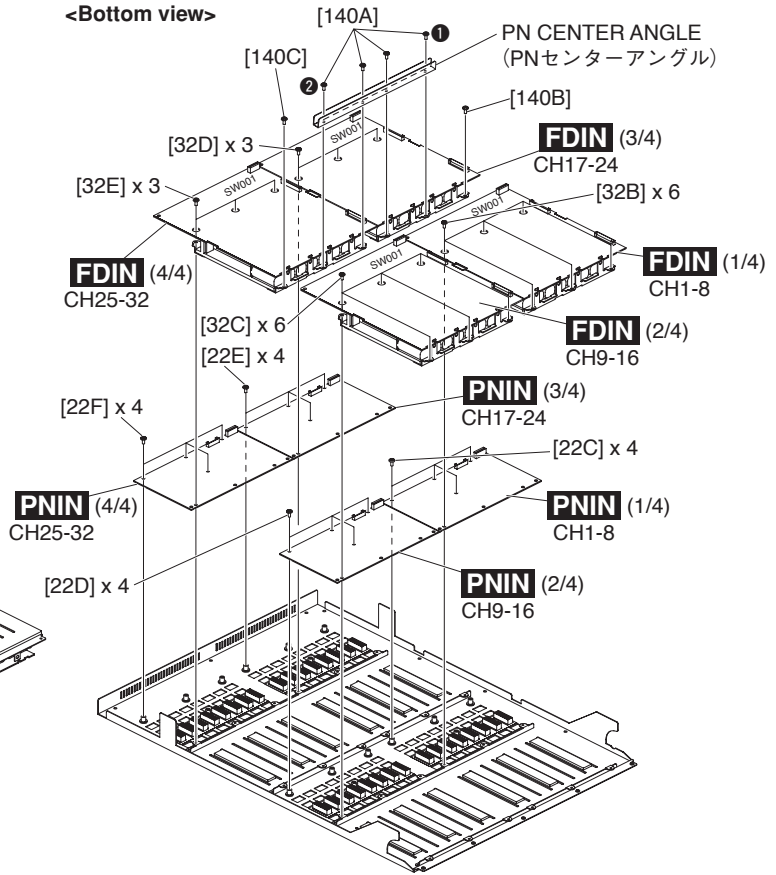

Fig. 13 (図 13)
E-1-3-1 Remove the eight (8) fader knobs marked [40A] from the control panel side. (Fig.13)
E-1-3-2 Remove the six (6) screws marked [32B]. The FDIN (1/4) circuit board can then be removed. (Fig.13)
E-1-4-1 Remove the eight (8) fader knobs marked [40B] from the control panel side. (Fig.13)
E-1-4-2 Remove the six (6) screws marked [32C]. The FDIN (2/4) circuit board can then be removed. (Fig.13)
E-1-5-1 Remove the eight (8) fader knobs marked [40C] from the control panel side. (Fig.13)
E-1-5-2 Remove the four (4) screws marked [140A]. The PN center angle can then be removed. (Fig.13)
E-1-5-3 Remove the three (3) screws marked [32D] and the screw marked [140B]. The FDIN (3/4) circuit board can then be removed. (Fig.13)
E-1-6-1 Remove the eight (8) fader knobs marked [40D] from the control panel side. (Fig.13)
E-1-6-2 Remove the four (4) screws marked [140A]. The PN center angle can then be removed. (Fig.13)
E-1-6-3 Remove the three (3) screws marked [32E] and the screw marked [140C]. The FDIN (4/4) circuit board can then be removed. (Fig.13)
- * *Install the screws in the order of ① and ② in the figure to install the PN center angle. (Fig. 13)*
- * *When installing the fader knob, the concave side should be to the right. (Fig.13)*
- * *The FDIN circuit board contains a DIP switch for selecting channels (SW001). (Fig.13, Photo 15)
E-1-3-1 コントロールパネル面より、[40A] のフェーダーノブ 8 個を外します。(図 13)
E-1-3-2 [32B] のネジ 6 本を外して、FDIN (1/4) シートを外します。(図 13)
E-1-4-1 コントロールパネル面より、[40B] のフェーダーノブ 8 個を外します。(図 13)
E-1-4-2 [32C] のネジ 6 本を外して、FDIN (2/4) シートを外します。(図 13)
E-1-5-1 コントロールパネル面より、[40C] のフェーダーノブ 8 個を外します。(図 13)
E-1-5-2 [140A] のネジ 4 本を外して、PN センターアングルを外します。(図 13)
E-1-5-3 [32D] のネジ 3 本と [140B] のネジ 1 本を外して、FDIN (3/4) シートを外します。(図 13)
E-1-6-1 コントロールパネル面より、[40D] のフェーダーノブ 8 個を外します。(図 13)
E-1-6-2 [140A] のネジ 4 本を外して、PN センターアングルを外します。(図 13)
E-1-6-3 [32E] のネジ 3 本と [140C] のネジ 1 本を外して、FDIN (4/4) シートを外します。(図 13)
- ※ PN センターアングルを取り付ける際は、図中の ①、② の順にネジを取り付けてください。(図 13)
- ※ フェーダーノブを取り付ける際は、フェーダーノブの凹部が右側になるように取り付けてください。(図 13)
- ※ FDIN シート内には、チャンネル選択用 (SW001) のディップスイッチがあります。(図 13、写真 15)
- E-2-3-2 Remove the four (4) screws marked [22C]. The PNIN (1/4) circuit board can then be removed. (Fig.13)
- E-2-4-2 Remove the four (4) screws marked [22D]. The PNIN (2/4) circuit board can then be removed. (Fig.13)
- E-2-5-2 Remove the four (4) screws marked [22E]. The PNIN (3/4) circuit board can then be removed. (Fig.13)
- E-2-6-2 Remove the four (4) screws marked [22F]. The PNIN (4/4) circuit board can then be removed. (Fig.13)